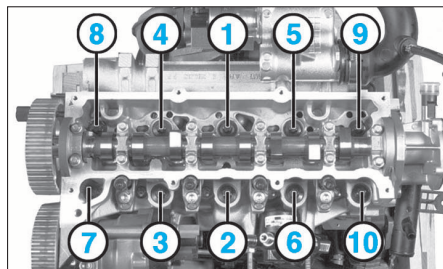

FIG. 85
- Reposer les vis de culasse neuves sans les lubrifier puis les serrer à 2,5 daN.m puis 225° en respectant l'ordre prescrits (Fig.85).